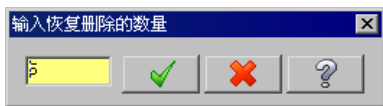

图 3.12.10 “输入恢复删除的数量”对话框
(1) 选择下拉菜单 **编辑(E)** → **删除(D)** → **恢复删除指定数量的图素(N)...** 命令，系统弹出图 3.12.10 所示的“输入恢复删除的数量”对话框。
(2) 定义删除步骤值。在“输入恢复删除的数量”对话框的文本框中输入值 4。